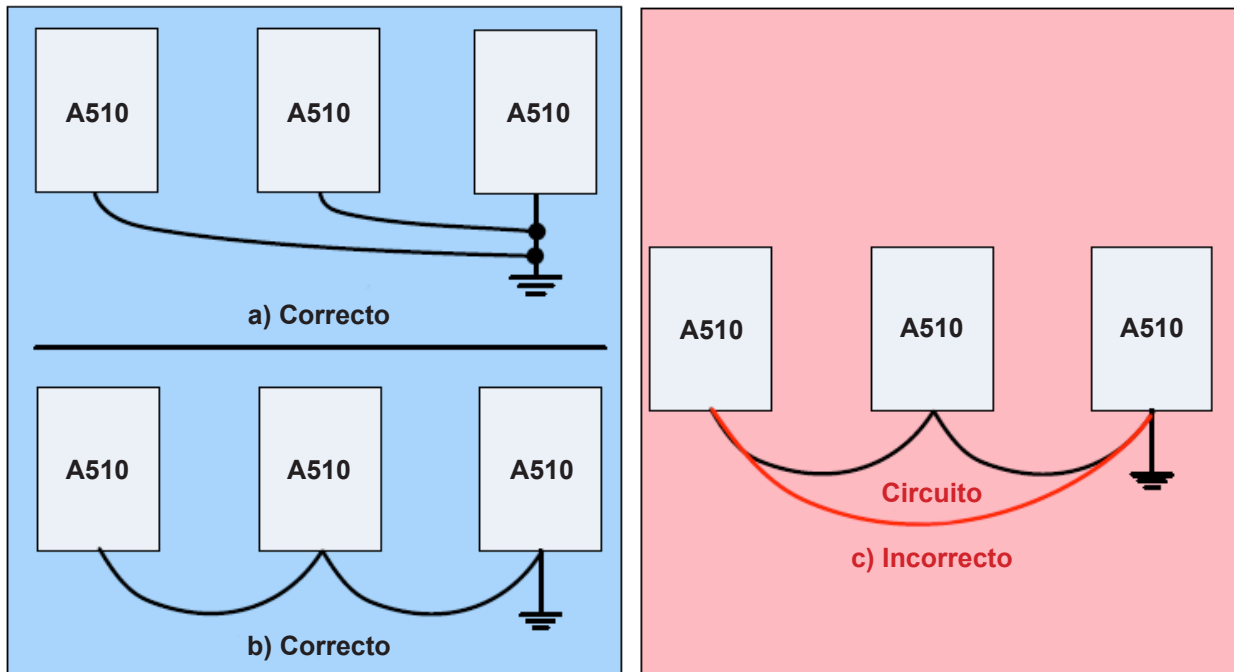

Fig. 3.12.1 Conexión del inversor a tierra
1. Conecte la terminal a tierra (E) a tierra teniendo una resistencia inferior a 100 Ω .
4. Cuando use más de un inversor, tenga cuidado de no conectarlo en la forma incorrecta, de circuito, que se muestra en la Fig. 3.12.1.